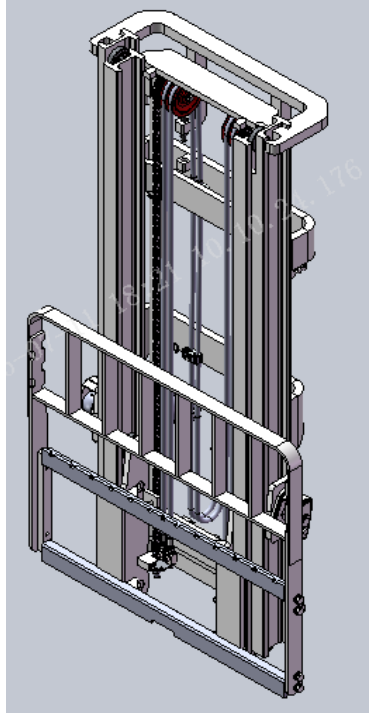

Figura 2-22
(1) Instrucciones de elevación del sistema Como se muestra en la Figura 2-22 El peso máximo (sin accesorios) no debe exceder los 1500 kg.